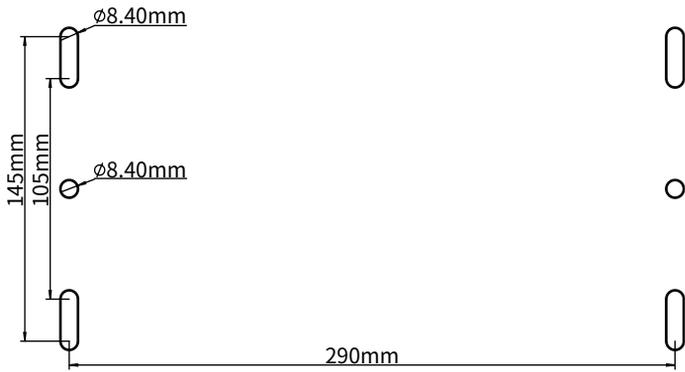

Figura 3-8
Passo 4: Coloque o módulo da propulsão na posição adequada na placa e fixe-o com parafusos M8 (consulte a figura 3-8 para os furos de fixação).